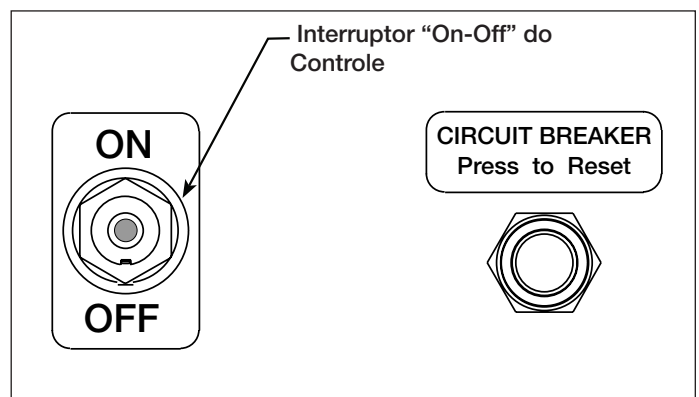

Figura 6, Painel de Controle da Bomba
### 5.1 Interruptor "On-Off" (Liga-Desliga) da Bomba (Ver Figura 6)
4. Conecte a unidade na energia elétrica. Mova o interruptor “on-off” para a posição “ON”. Ver Figura 6.